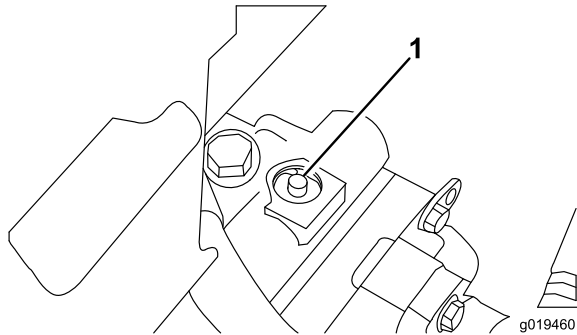

Figura 40
1. La válvula de desvío está situada encima de la bomba de desplazamiento variable (Figura 40). Gire la válvula 90° en cualquier sentido para abrirla y dejar pasar el aceite internamente. Puesto que el aceite se desvía, la máquina puede ser movida lentamente sin dañar la transmisión.